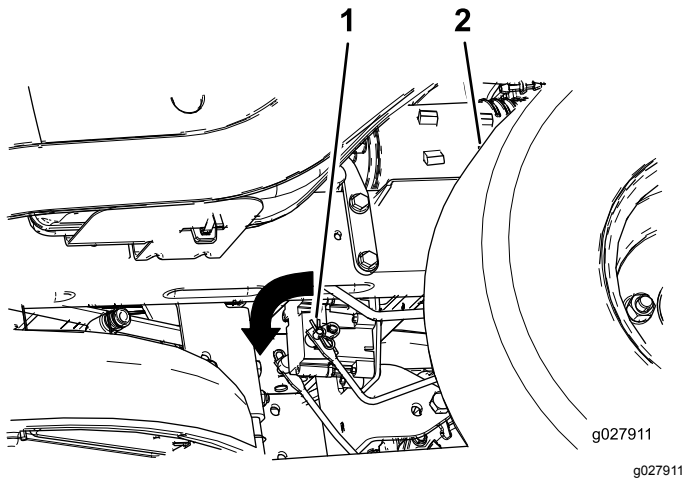

Figura 45
- Localice los ejes donde están conectados los brazos de enganche de los frenos, en ambos lados del freno eléctrico (Figura 45).